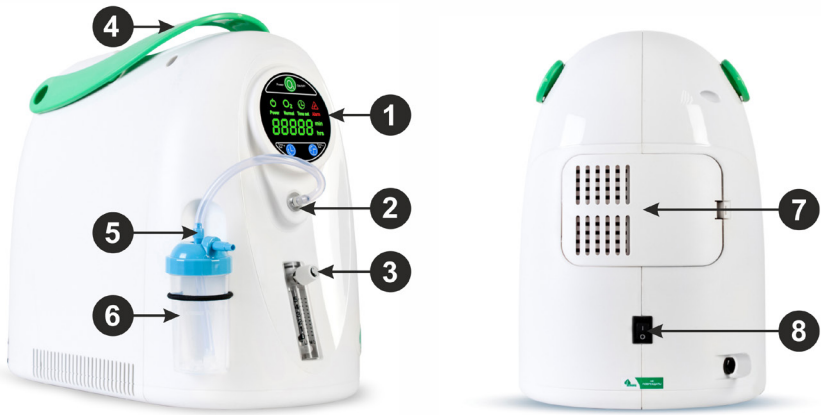

Рис. 1
1. Перед включением концентратора кислорода, проверьте фильтры грубой и тонкой очистки (см. рис. 1), убедитесь в том, что они находятся на месте и не загрязнены, в случае их загрязнения удалите посторонние включения и поставьте фильтры обратно. Использовать аппарат без фильтров запрещено!!!
Фильтр грубой очистки предохраняет аппарат от попадания в него пыли и грязи. Рекомендуется чистить фильтр грубой очистки каждые полмесяца (15 дней). Для извлечения фильтра откройте отсек для замены фильтров (рис. 1), достаньте фильтр, промойте его в мыльном растворе, затем тщательно ополосните под проточной водой. Перед установкой необходимо хорошо **ВЫСУШИТЬ** фильтр.